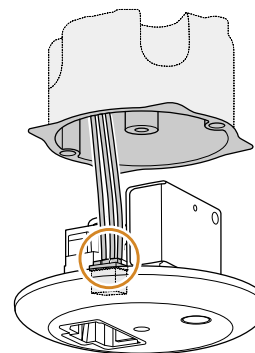

Imagen 4
- 5 Conecte la fuente de alimentación al bloque de terminales proporcionado, véase la imagen 4.